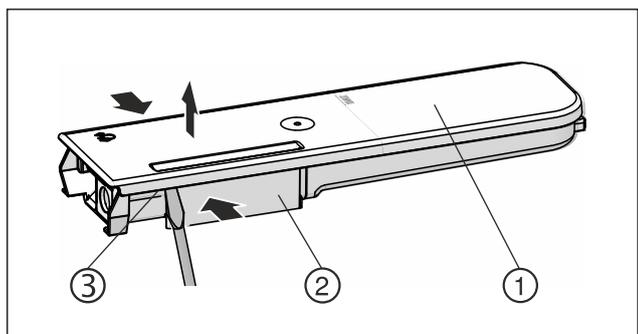

Fig. 134
- ▶ 挤压水容器 Fig. 134 (2), 然后小心地将盖子 Fig. 134 (1) 从锁定凸耳 Fig. 134 (3) 上撬起并向上拉。
- ▶ 略微来回移动盖子 Fig. 134 (1), 然后将其向上取下。